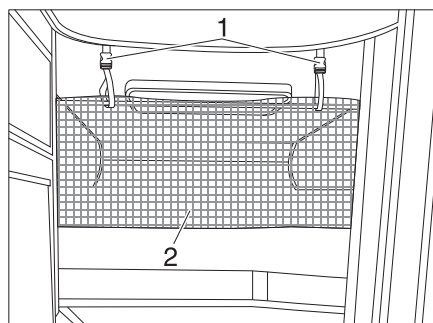

Fig. 147 Filet de sécurité
Le filet de sécurité (Fig. 147,2) de série est rangé entre le matelas et le sommier à lattes. Ne tendre le filet de sécurité qu'une fois que la personne se trouve dans le lit.
- Faire s'enclencher les sangles de retenue (Fig. 147,1) dans les œillets du plafond.